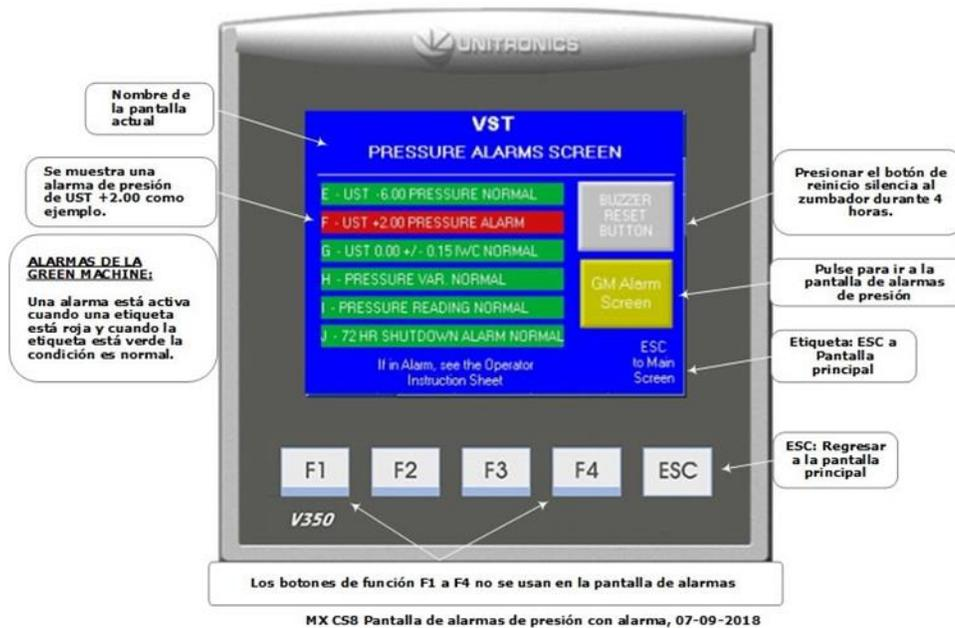

Figura 10-4: Pantalla de alarmas de presión
- **Vea la Figura 10-4 para conocer la pantalla de alarmas de presión**